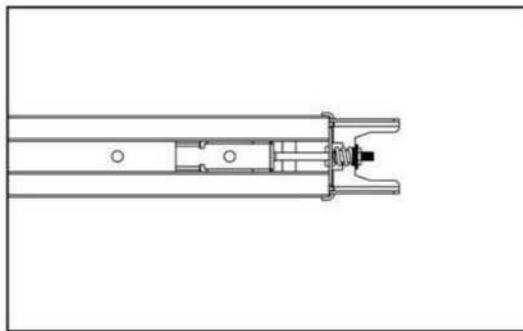

Fig.13
Paso 3. Asegure la tuerca en la Posición Correcta. Finalmente, Todo el Riel "C" estará Ensamblado. (Fig.13)